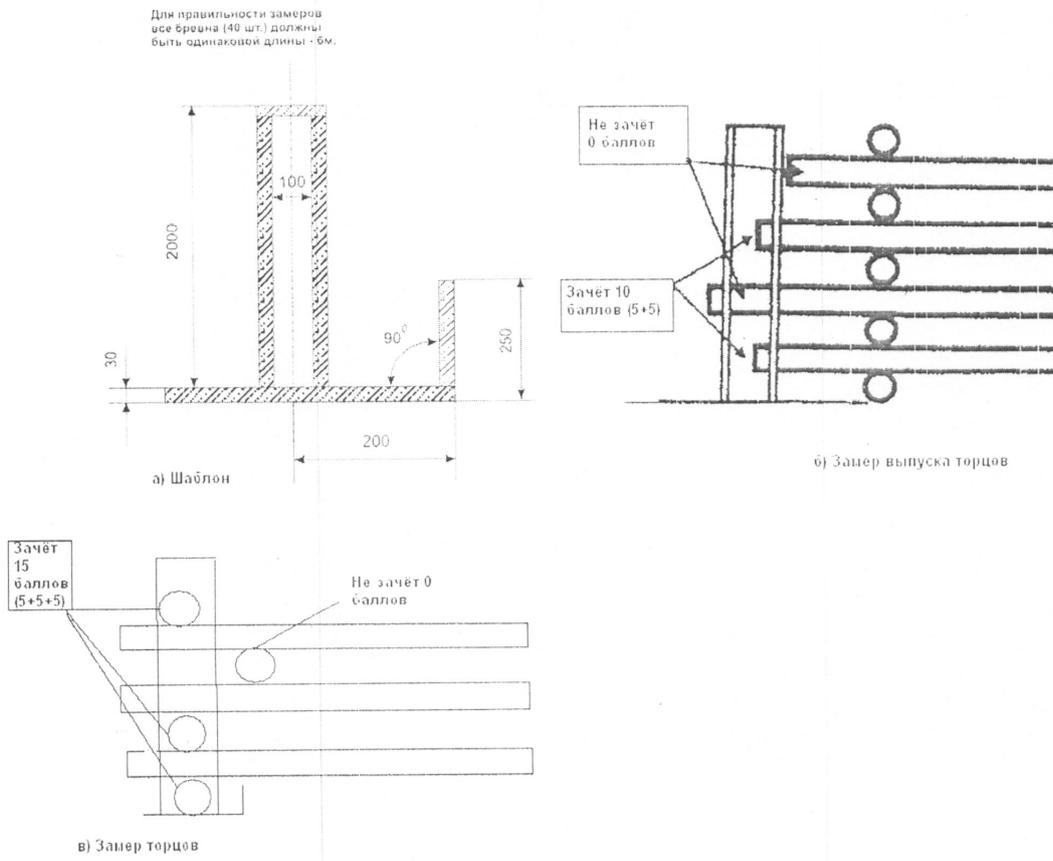

Рис.4. Шаблон и пример учёта качества сборки сруба
б) Соблюдение установленных геометрических размеров – проверяется судьями при помощи специальных шаблонов (рис. 4 приложение 2).
2. Первый этап конкурса заканчивается после истечения контрольного времени – 10 минут (600 секунд) или после укладки последнего бревна в сруб до окончания контрольного времени. В этом случае судья нажимает кнопку «Стоп» на секундомере после того, как оператор полностью раскрытым грейфером коснется земли в центре сруба. В дальнейшем судьи определяют качество сборки сруба при помощи специального шаблона в соответствии с разделом 3 (рис. 4 приложение 2). Проводится измерение каждого угла сруба и соответствие правильности сборки по цвету брёвен.
За каждое правильно уложенное бревно в сруб оператору начисляется 20 баллов. Качество сборки сруба из брёвен определяется с применением специального шаблона (рис. 4а приложение 2). Каждый угол измеряется по четырём позициям. При попадании торца бревна в установленный размер отклонения от норматива (200 мм) в пределах 100 мм оператору начисляется дополнительно 5 баллов за каждый торец бревна (рис. 4в приложение 2). При попадании выпуска торца бревна в установленный размер отклонения от норматива (200 мм.) в пределах 100 мм оператору начисляется дополнительно 5 баллов за каждый выпуск торца бревна (рис. 4б, приложение 2). За каждый правильно уложенный ряд брёвен по цвету начисляется 2 балла. При несоблюдении параметров дополнительные баллы не начисляются.